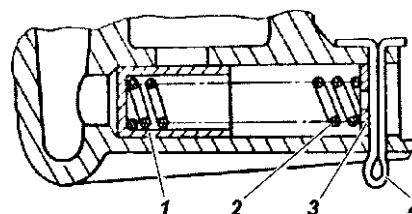

Рис. 4.57. Редукционный клапан:
- извлеките шплинт 4 (рис. 4.57), выньте шайбу, пружину и плунжер редукционного клапана из приемного патрубка;